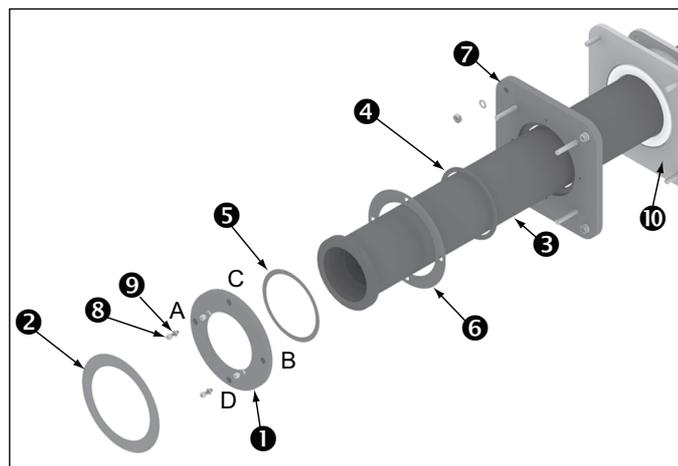

Figura 3.11
El tubo cerámico horizontal debe ser montado de la siguiente manera, por favor consulte la Figura 3.11 para todos los números de ítem:
- c. Ajuste con una llave de la mano todos los tornillos en el orden siguiente - A, B, C, D (ver Figura 3.11)
Monte el quemador en el tubo exterior (véase la figura 3.11) alineando los agujeros del "cuerpo de escape" con las espigas de la "extensión de montaje" (o las espigas del horno si no se utiliza la extensión de montaje).